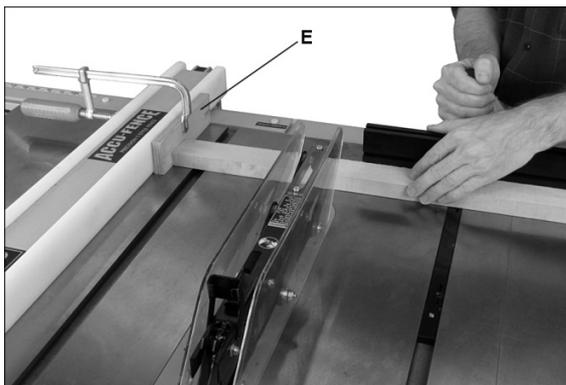

Рис. 9-8
- Запрещается использовать угловой и продольный упоры одновременно, если на упоре не установлен вспомогательный брусок, позволяющий отпиленным частям заготовки свободно отделяться до того, как начнется следующий распил (Рис. 9-8).
При поперечном распиле запрещается удерживать заготовку только руками, а также использовать упор в качестве ограничителя, если перед пильным диском не установлен вспомогательный брусок (Е, Рис. 9-8), который позволяет свободно отделяться отпиленным частям заготовки перед началом следующего реза.